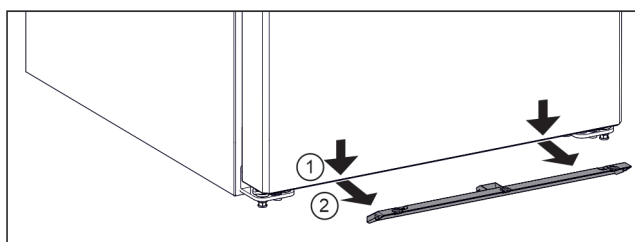

Fig. 6
- ▶ 向下拉防蚊遮板。Fig. 6 (1)
- ▶ 向前取出防蚊遮板。Fig. 6 (2)